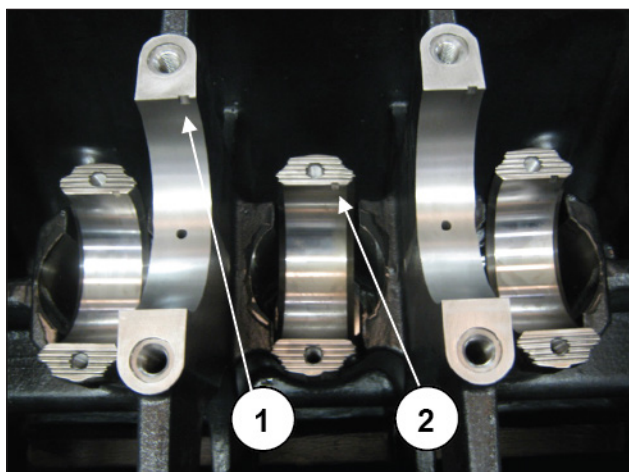

图 96
为了正确安装支座轴瓦和连杆半轴瓦, 应确认参考片准确地坐落在专用的座内(①, ②, 图 96)。